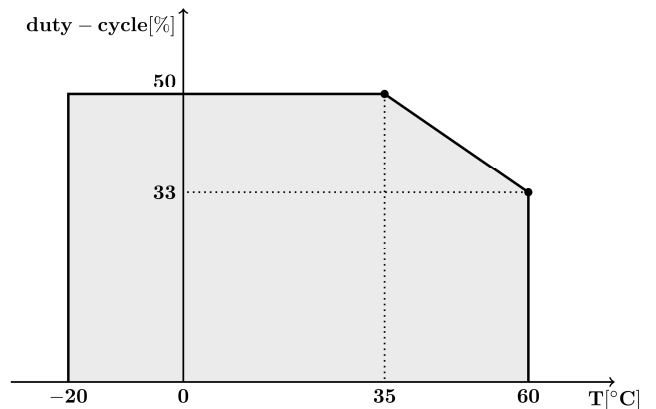

Fig. 6
– Ciclo di funzionamento su 2 minuti	vedere Fig. 6